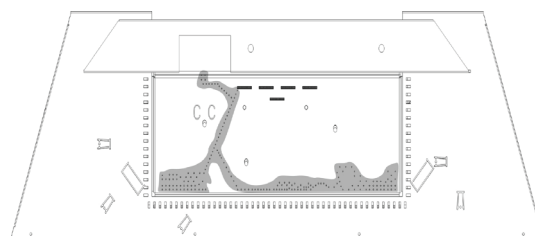

Figure 5
4. Les braises rouge comprises avec le foyer peuvent être placées en petites portions (diamètre d'un dix-sous) sur les orifices du brûleur ou autour des ports. Ne pas placer de braises rouges dans les ports rectangulaires du brûleur ou autour du pilote. **Voir Figure 5**.